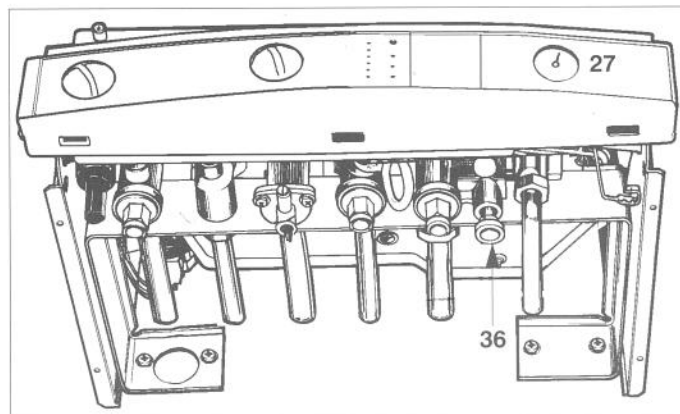

Fig. 14
- Aprire la valvola di riempimento "36" (fig. 14).
- Richiudere tale valvola quando la lancetta del manometro "27" (fig. 14) indica una pressione superiore a quella determinata a pagina 7.
- Aprire il rubinetto dell'acqua fredda "34" (fig. 14) sul pannello valvole.